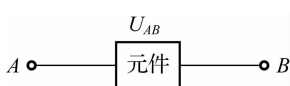

图 1-13 用双下标表示
- (2) 用双下标表示。如 U_{AB} ,表示电压参考方向由 A 指向 B,如图 1-13 所示。